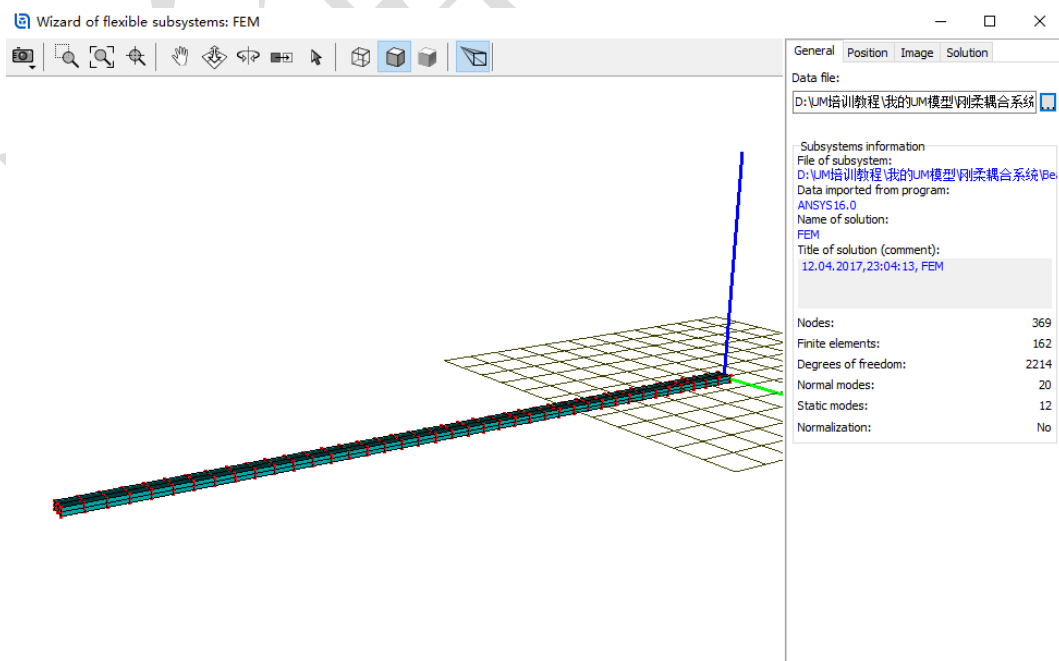

图 2-97
- 5) 加载 Beam 模型后，这里我们可以在 General 页面看到模型的路径、有限元软件及版本、单元和节点数目等信息，如图 2-97。